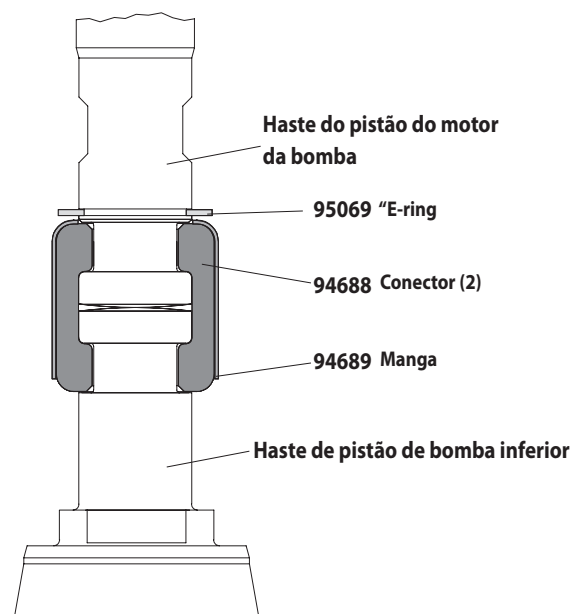

Figura 2
5. Usando o anel e alicates, deslize o (95069) "E-ring" acima distante o suficiente para permitir que a manga mover para cima e solte os dois conectores (Ver Figura 2). Pôr de lado o motor de ar.